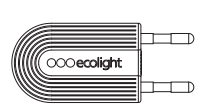

Рис. 2. СРЕДСТВО КОНТРОЛЯ
1.7. УСТРОЙСТВО может содержать в комплекте средство контроля зоны функционирования (имитатор искрения) – УЗИС-И-002 (далее – СРЕДСТВО КОНТРОЛЯ), выполненное (рис.2) в виде вилки и вставляемое в стандартные розетки, находящиеся в составе защищаемой цепи. Информация о комплектации УСТРОЙСТВА СРЕДСТВОМ КОНТРОЛЯ УЗИС-И-002 отражается в Свидетельстве об упаковкевании (п.14).